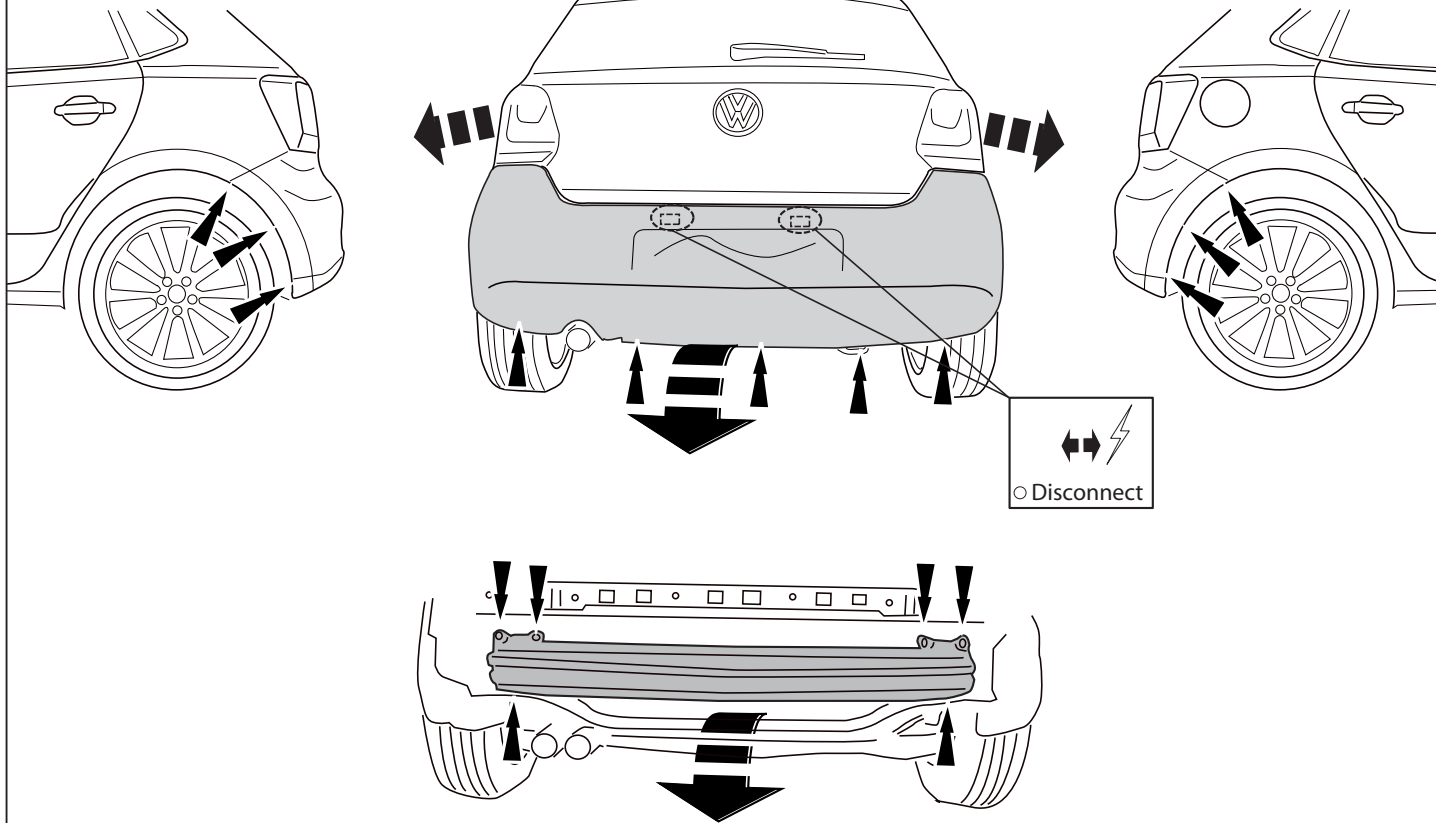

Fig. 1
2. Снять бампер вместе со стальным буферным брусом автомобиля буферный брус больше не понадобится. Поставить болты на место. См. рисунок 1,1a.